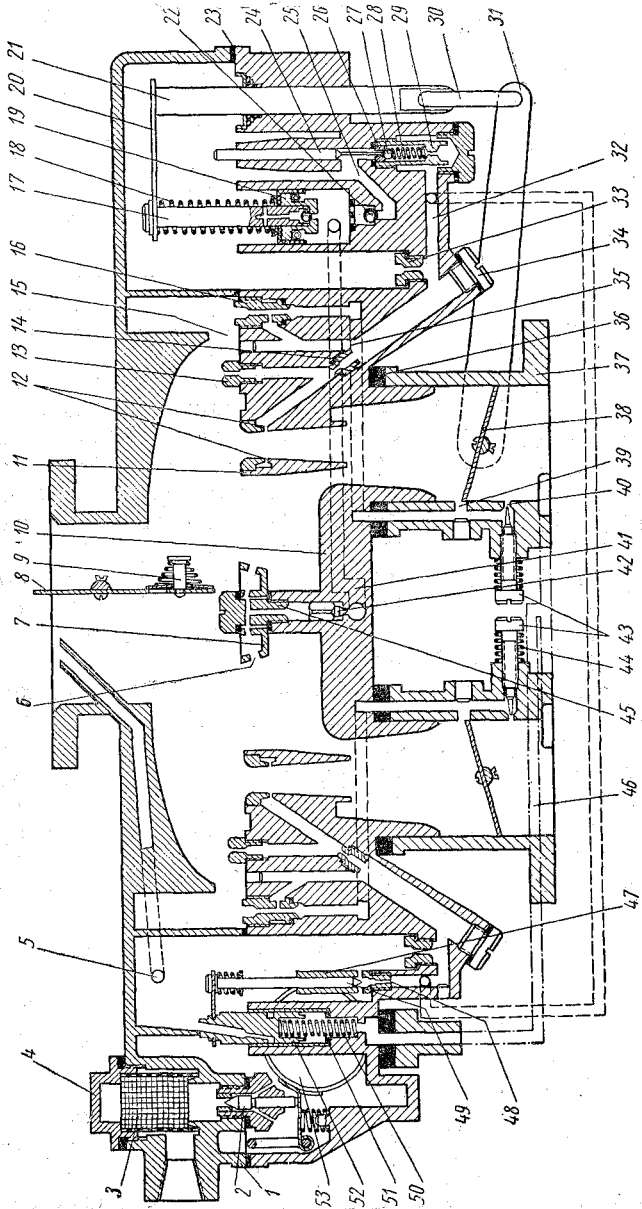
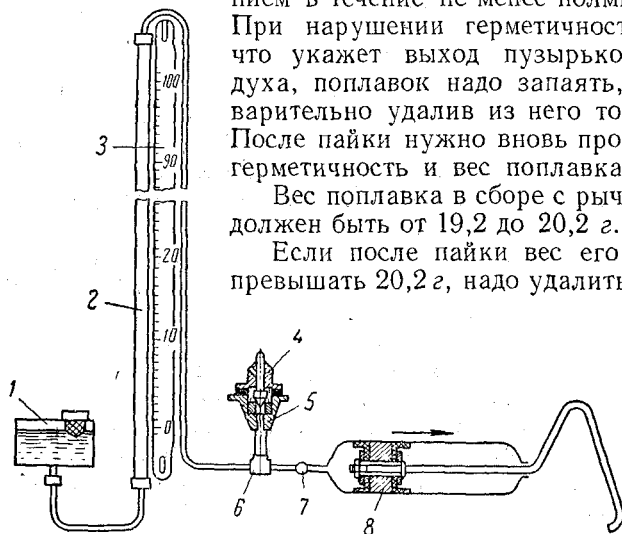

Рис. 26. Схема карбюратора К-84М:
Рис. 27. Схема вакуумной установки для проверки герметичности игольчатого клапана:
Карбюратор (рис. 26) состоит из трех основных частей: корпуса 1 воздушной горловины, корпуса 10 поплавковой камеры и корпуса смесительных камер 37. Эти части соединены винтами, для уплотнения между ними установлены прокладки
При малом числе оборотов на холостом ходу двигателя разрежение из его впускного трубопровода передается через отверстие 39 (рис. 26) прямоугольного сечения в канал 35. Под действием разрежения топливо из поплавковой камеры карбюратора, пройдя жиклер 33, направляется к жиклеру 16 холостого хода. Для получения необходимого состава смеси к топливу подмешивается воздух, поступающий через отверстие 15 постоянного сечения. Образованная при этом эмульсия поступает через прямоугольное отверстие 39 и круглое отверстие 40, сечение которого может регулироваться винтом 43, в щель, образованную кромкой дроссельной заслонки 38 и стенкой смесительной камеры 37, где эмульсия смешивается с основным потоком воздуха.
**Проверка герметичности собранного игольчатого клапана подачи топлива.** Герметичность собранного игольчатого клапана подачи топлива проверяют на специальных вакуумных установках. Схема одной из таких установок приведена на рис. 27.
а) проверить герметичность клапана 29 экономайзера с механическим приводом (см. рис. 26); проверку можно проводить на той же специальной установке, приведенной на рис. 27, и тем же способом;
б) проверить прилегание к седлам впускного шарикового 22 (см. рис. 26) и игольчатого 42 клапанов ускорительного насоса, а также свободу их перемещения;